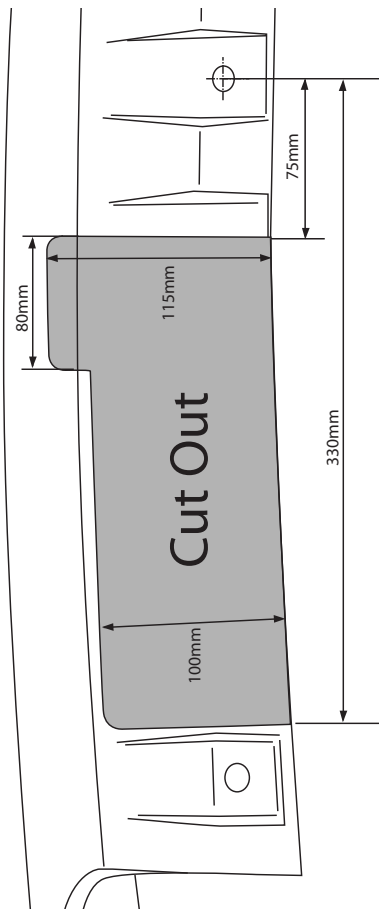

Fig.4
11. Sav en del ud af kofangeren midt på undersiden jf. fig. 4.